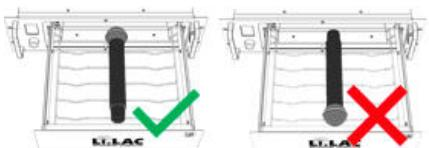

Abb. 3a
3. Die Mikrofone mit dem Korb in Richtung der Markierung einlegen. Darauf achten, dass die Mikrofonköpfe an der vorderen Querstange anliegen (siehe Abb.3a und b).